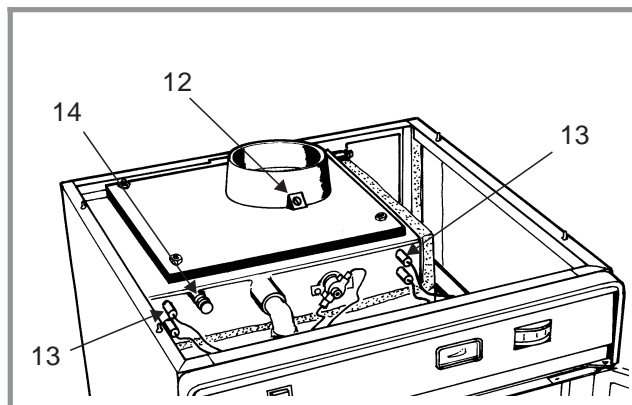

Figure 4
- Purger le corps de chauffe (# 14, fig. 4, page 4).